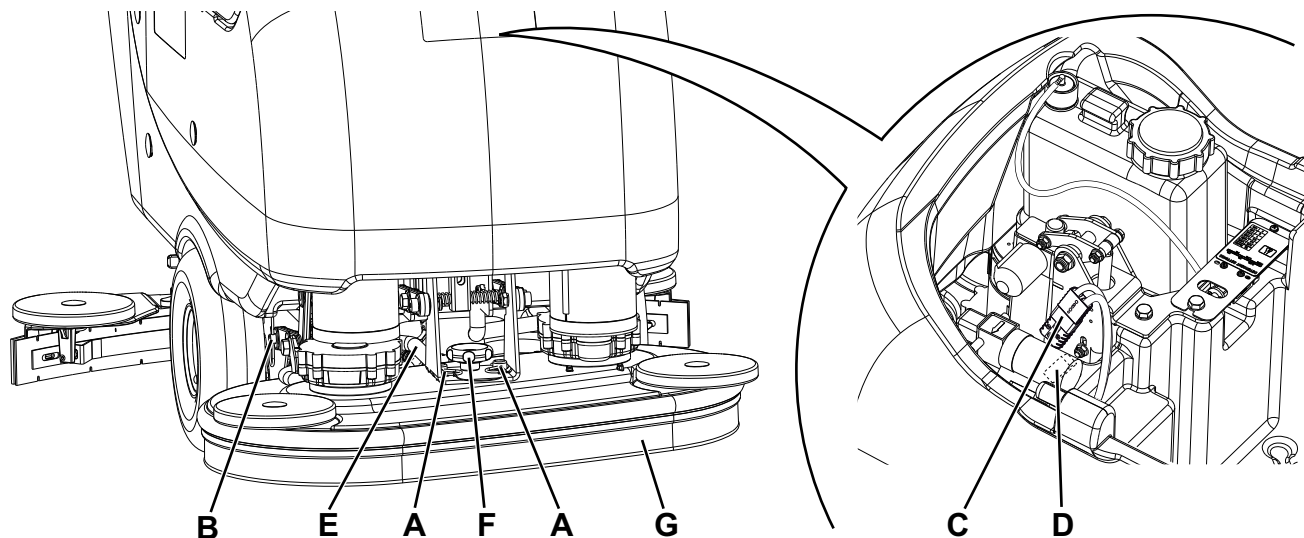

Figure 7
3. Positionner la clé de contact (80) sur "I".
4. Baisser la tête porte-brosses / plateaux support disque en appuyant sur l'interrupteur (71).
5. Positionner la clé de contact (80) sur "0".
6. Retirer les goupilles de sécurité (A, Fig. 7) et [uniquement pour les têtes porte-brosses / plateaux support disque (18)] la goupille de fixation (B).
7. Ouvrir le couvercle (22) et vérifier que le réservoir de l'eau de récupération (21) soit vide. Dans le cas contraire, le vider au moyen du tuyau de vidange (16). Fermer le couvercle (22).
8. Saisir la poignée (41) et soulever avec précaution le réservoir (40) pour parvenir au branchement électrique de la tête porte-brosses.
9. Débrancher le connecteur rouge (C) et (uniquement pour la tête porte-brosses cylindriques) le connecteur blanc (D).
10. Déconnecter le raccord (E) du tuyau de la solution.
11. Dévisser le volant de fixation (F), puis enlever la tête porte-brosses / plateaux support disque (G).